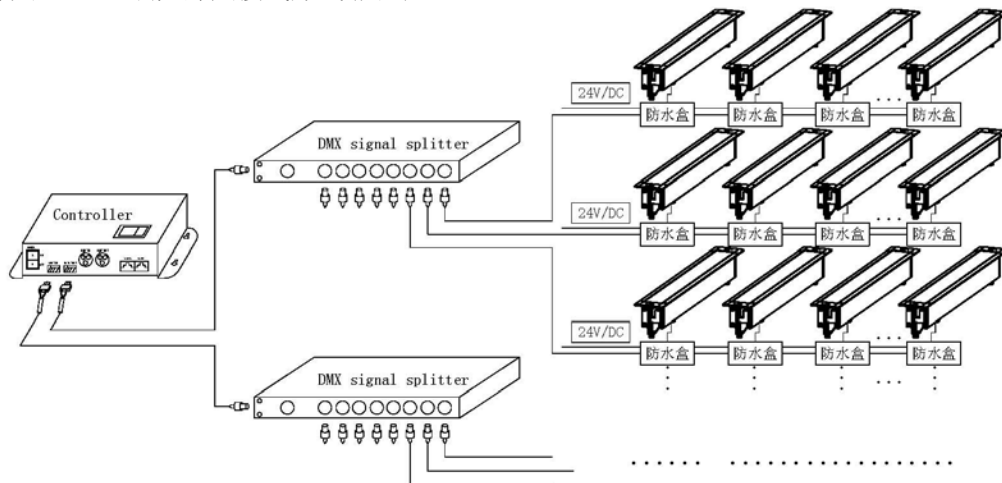

图8
1. 恒压 24V/DC 灯具 DMX512 调光灯具接线方式（图 8）。